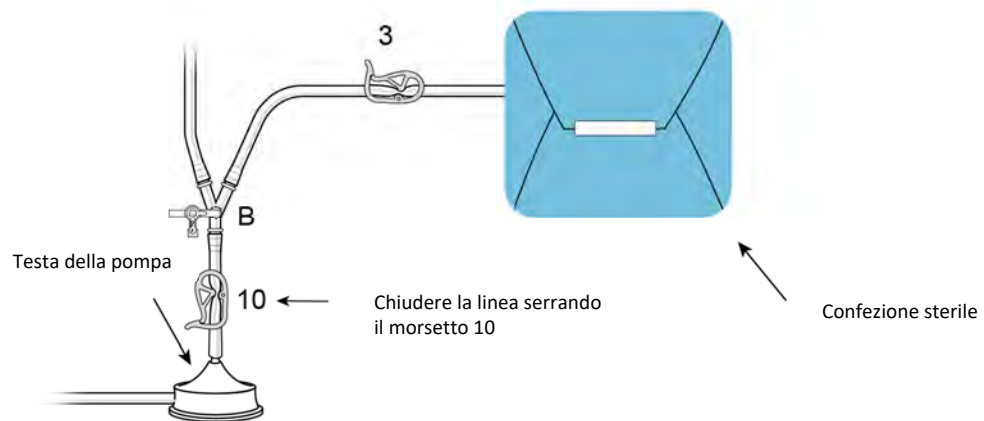

Figura 14
- (a) Chiudere il morsetto prima della pompa (10), aprire il morsetto della linea del catetere a doppio palloncino (3), aprire la linea della soluzione fisiologica (morsetto 1 o 2) e il rubinetto "B" per consentire alla normale soluzione fisiologica eparinata di irrorare la linea fino al morsetto 3 (vedere la Figura 14). Una volta completato il priming della linea del rubinetto e del catetere a doppio palloncino fino al morsetto 3, chiudere quest'ultimo e il rubinetto. **Evitare che un eccesso di normale soluzione fisiologica eparinata riempi la confezione sterile.**